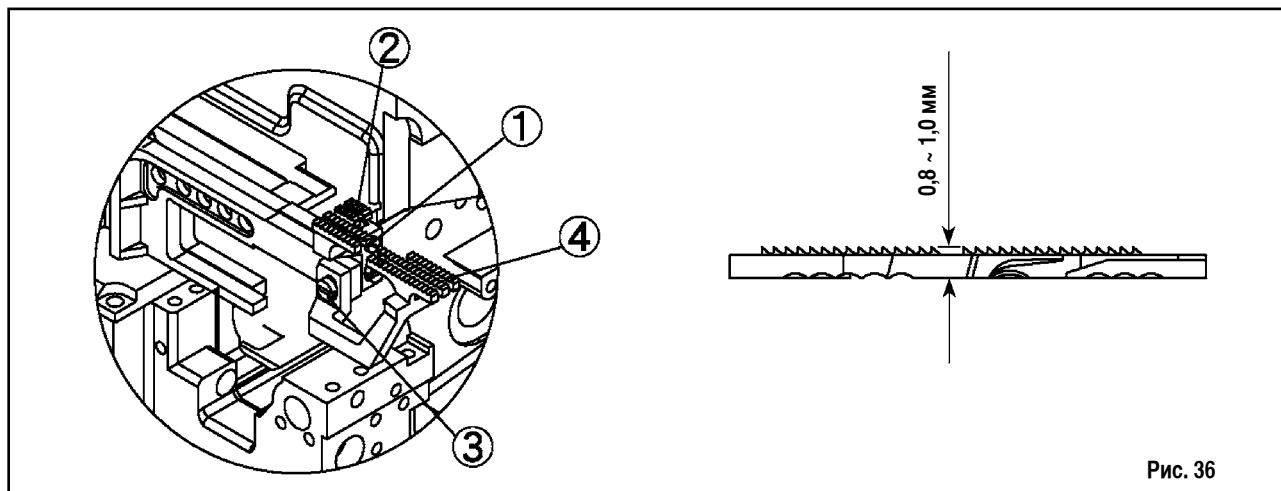

Рис. 36
1. Отрегулируйте высоту устройства подачи. (Рис. 36)